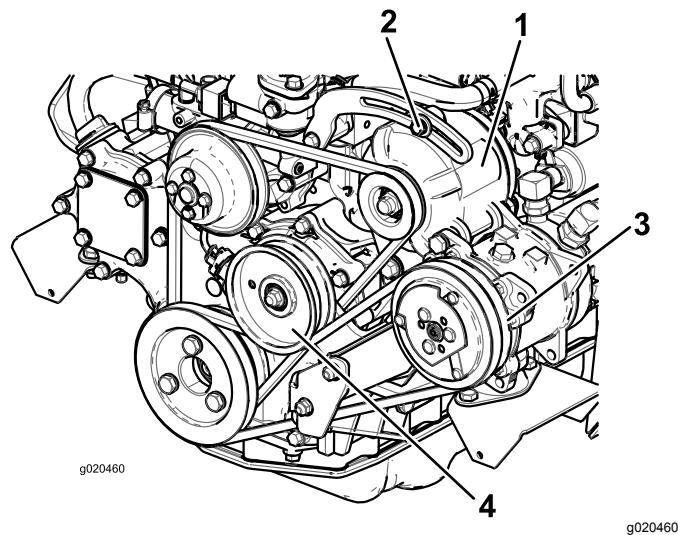

Figure 74
Si vous n'obtenez pas une flèche de 10 mm, desserrez les boulons de fixation de l'alternateur (Figure 74).
2. Si vous n'obtenez pas une flèche de 10 mm, desserrez le boulon de fixation de la poulie de tension (Figure 74).